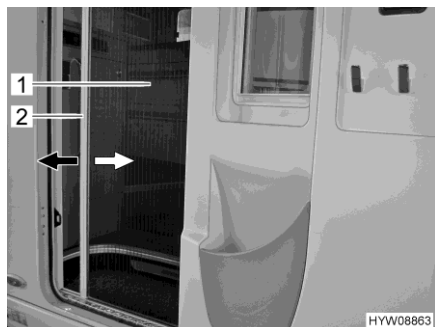

Fig. 59 Moustiquaire (porte cellule)
- Saisir la barre-poignée (Fig. 59,2) avec les deux mains et tirer la moustiquaire (Fig. 59,1) de manière régulière en dehors de son logement dans la porte.
- Saisir la barre-poignée (Fig. 59,2) avec les deux mains et repousser la moustiquaire (Fig. 59,1) d'une légère pression dans son logement dans la porte.